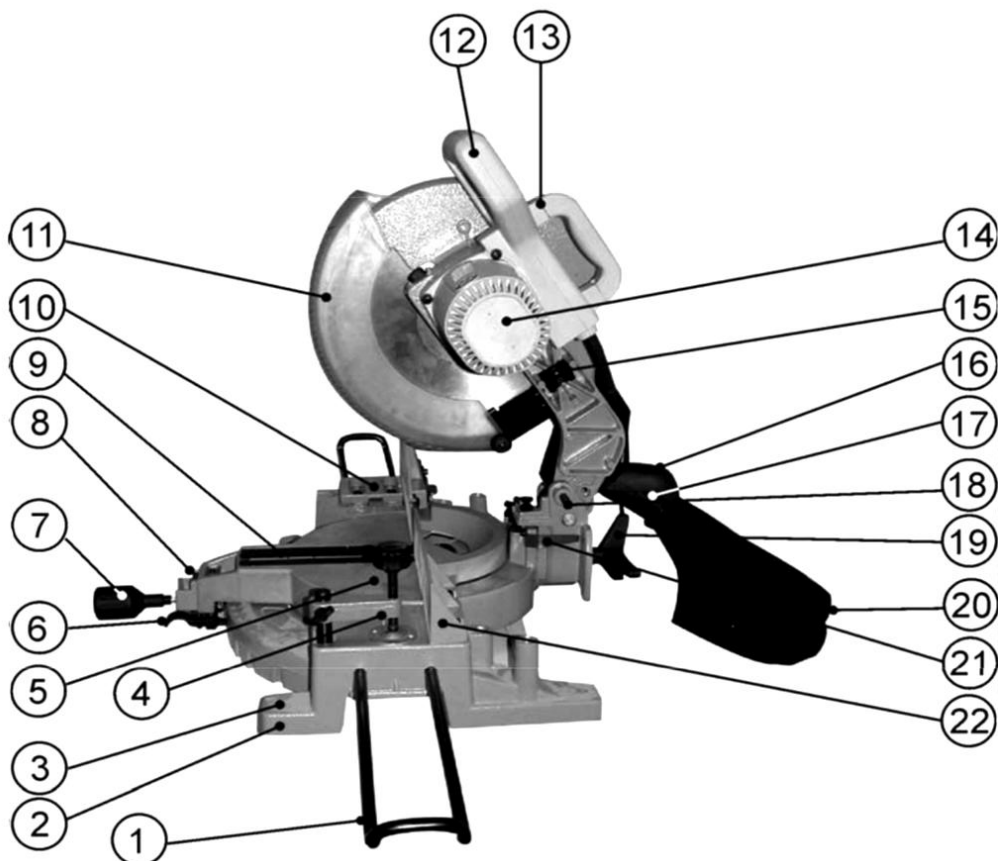
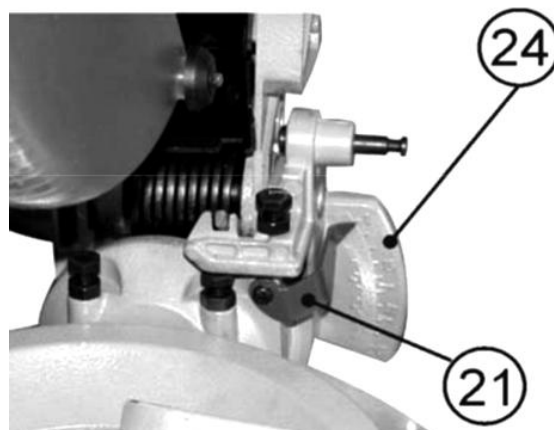
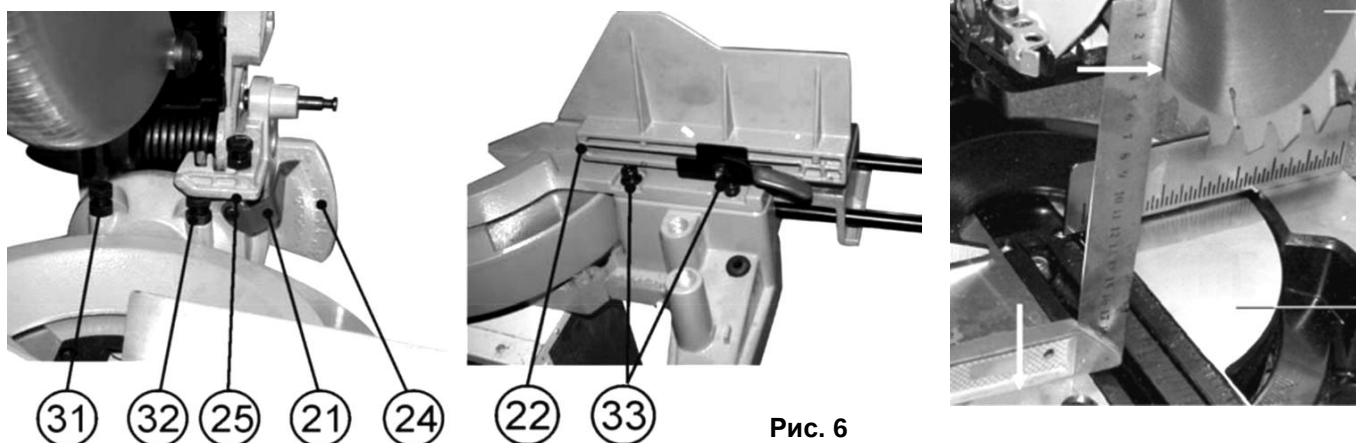

Рис. 1
Рис. 3
Рис. 6
Транспортировка (Рис. 1)
Монтаж (Рис. 1)
Установка струбцины (Рис. 1)
- На основании станины (2) предусмотрены гнезда установки вертикальной струбцины (4). Вертикальная струбцина (4) (См. Рис. 1) может быть установлена в станине как слева, так и справа от места распила.
Установка выдвижных опор (Рис.1)
Установка пылесборника (Рис.1)
Приведение пилы в верхнее положение (Рис.1,2)
Установка поворотного стола на выбранный угол пиления (Рис.1,2)
- Ослабьте винт фиксации поворотного стола (7), удерживая рычаг фиксации (6) в верхнем положении за головку винта фиксации поворотного стола (7). Поворачивайте поворотный стол (5) на необходимый угол установки.
- Поверните стол до совмещения значения угла поворота, нанесённого на поворотном столе (5), с указателем в узле установки поворотного стола (8).
- Поворотный стол (5) возможно установить в положения на углы 0°; 15°; 22,5°; 30°; 31,6°; 45° в обе стороны. Для чего перевести рычаг фиксации (6) в верхнее положение и, подведя к выбранному значению, отпустить рычаг фиксации (6) так, чтобы клин рычага (23) вошёл в паз станины (2),
- Для установки поворотного стола на значения, отличающиеся от фиксированных положений с углами поворота от 0° до 45° в обе стороны относительно линии пиления, необходимо после установки на выбранное значение угла зафиксировать положение винтом фиксации поворотного стола (7), Рис. 3.
Установка угла наклонного пиления (Рис. 1,3)
- Для изменения угла наклона, удерживая пилу за рукоятку (12)(См. Рис.1), ослабьте установку винта фиксации наклона пилы (19), наклоните пилу влево на предполагаемый угол пиления, контролируя угол по показаниям шкалы (24) и указателя (21)(См. Рис. 3). Положение закрепите винтом фиксации наклона пилы (19)(См. Рис.1).
Действие выключателя (Рис. 1)
- Перед нажатием клавиши пускового выключателя, расположенной на рабочей рукоятке (12)(См. Рис.1), убедитесь, что пильному диску ничего не мешает, и он имеет свободное вращение.
- Для выключения пилы – отпустите кнопку выключателя (12).
Защитный кожух (Рис. 1)
- Для регулирования положения 90° ослабьте винт фиксации наклона пилы (19)(См. Рис.1), приведите пилу в крайнее правое положение, ослабьте стопорную гайку регулировочного болта (32)(См. Рис.6) и, используя угольник, установите угол 90° пильного диска относительно поворотного стола (5), вращением регулировочного болта (32). Затяните стопорную гайку регулировочного болта (32).
- По достижению необходимого результата регулирования, ослабьте установочный винт (25) указателя (21), совместите стрелку указателя (21) с делением 0° по шкале угла наклона пиления (24). Зафиксируйте установочный винт (25) указателя (21).